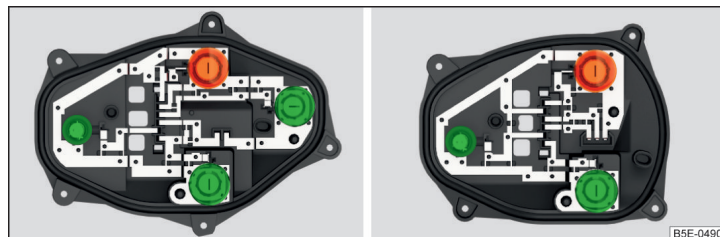

Fig. 252 Parte interior de la lámpara: lámpara ambiente / lámpara con diodos LED
- Gire la bombilla respectiva » fig. 252 hasta el tope **en sentido contrario** al de las agujas del reloj y extraígalas del portalámparas.